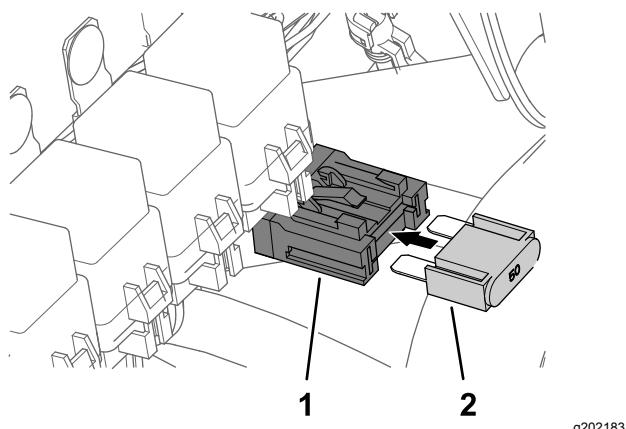

图194
7. 将保险丝 50 A 插入直列保险丝盒直至保险丝完全到位 图 194。